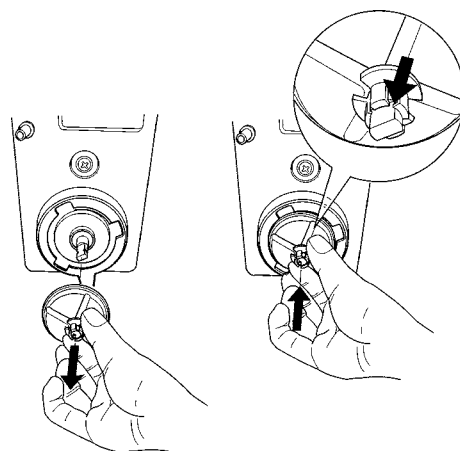

Fig. 11
- per smontare le ventoline è sufficiente esercitare una leggera trazione per liberarle (fig. 11);